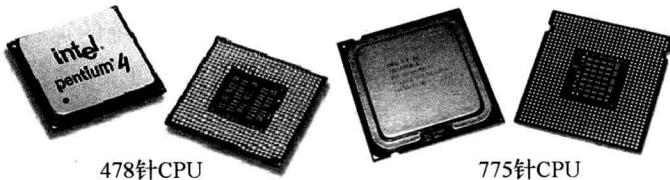
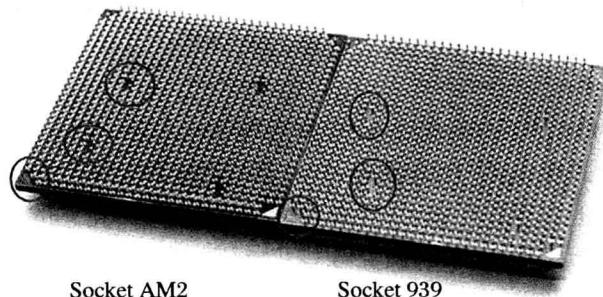

图 1-2-1 Socket 478、LGA 775 接口的 CPU
图 1-2-2 Socket AM2(940)、Socket 939 接口的 CPU
Socket 478、LGA 775 接口的 CPU, 如图 1-2-1 所示。Socket 939、Socket AM2(940) 接口的 CPU, 如图 1-2-2 所示。